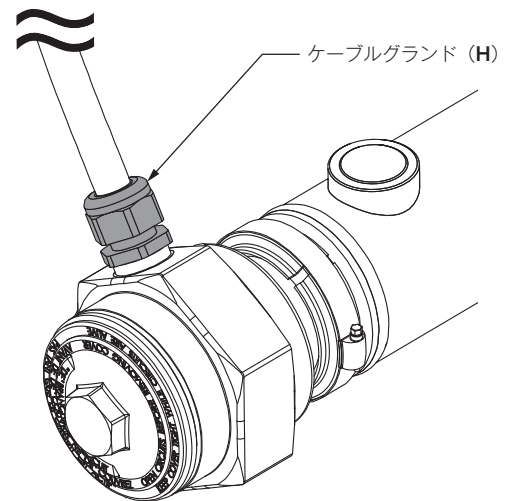

図 18 エレメントケースに取り付けられたケーブルグランド。エレメントの配線を取り外すときは、このねじを緩めます
7. 電線管コネクター口（**C**）のケーブルグランド（**H**）を緩めます。次に、ヒーターエレメントから各種電気配線を取り外します（図 18）。